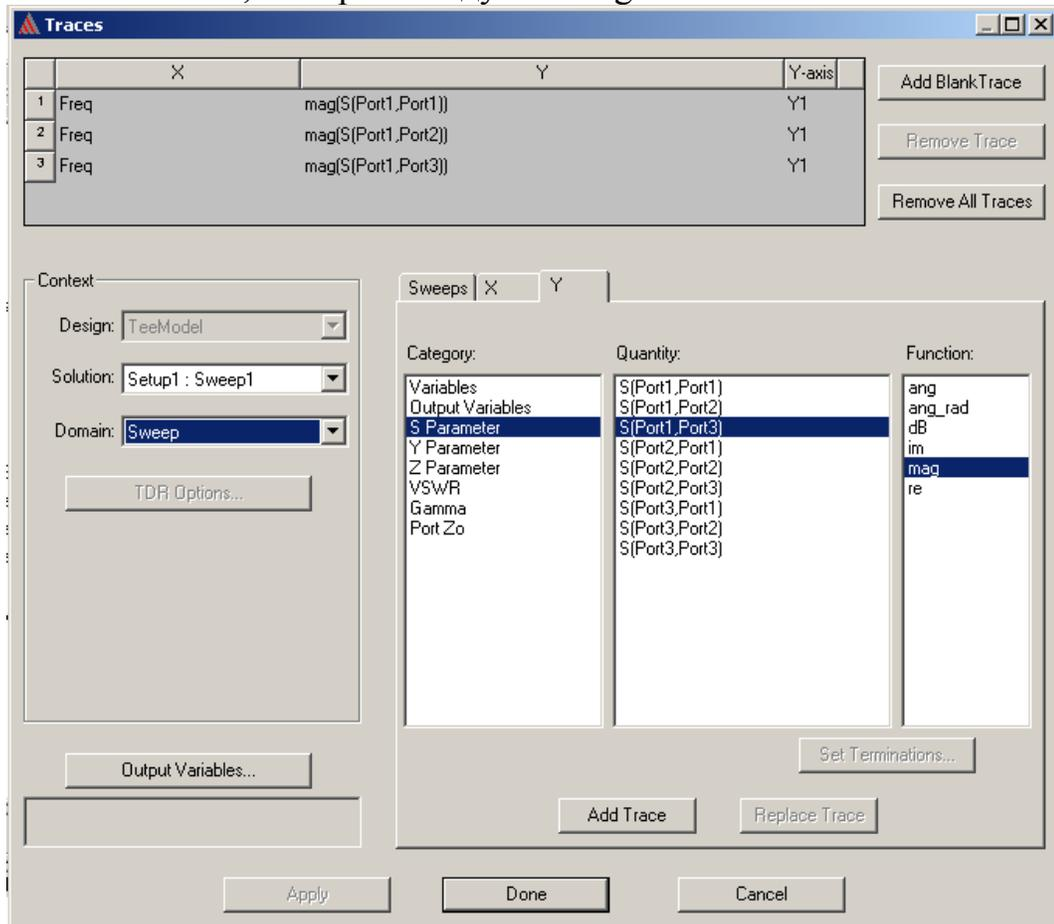

Рис. 13.12. Диалог формирования характеристик, выводимых на график
3. Нажмите **Rectangular Plot** в списке **Display Type**, и затем нажмите **OK**. Появляется окно **Traces** (рис. 13.12).